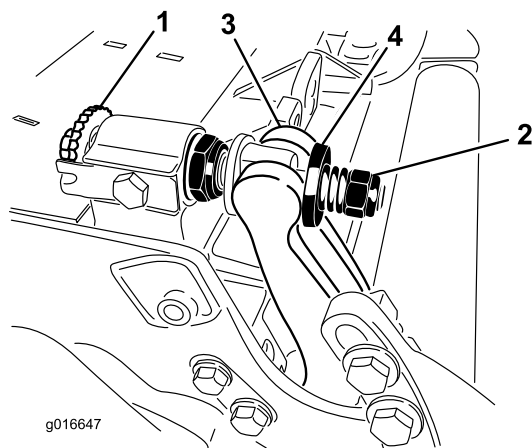

図 32
1. ベッドバー調整ねじを左に回して下刃とリールの接触を完全になくす 図 32。
2. スプリングテンションナットをゆるめて、ワッシャがベッドバーを全く押さないようにする 図 32。